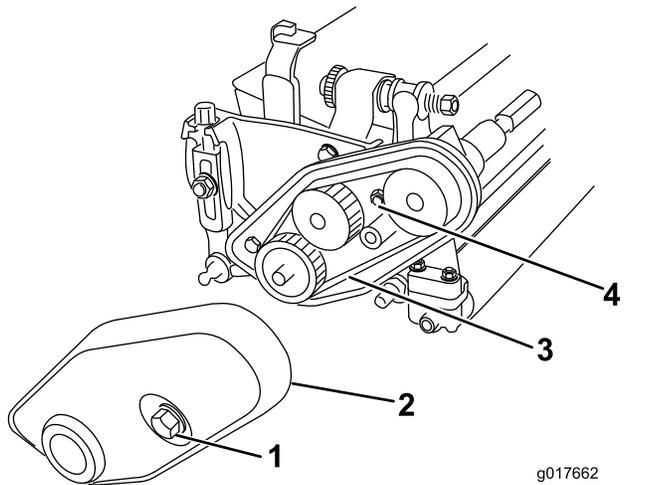

Figura 4
1. Desaperte o parafuso (cativo) que prende a cobertura da correia à extremidade esquerda da unidade de corte até que possa remover a cobertura (Figura 4).
2. Desaperte a porca de tensionamento da correia e retire a correia (Figura 4).